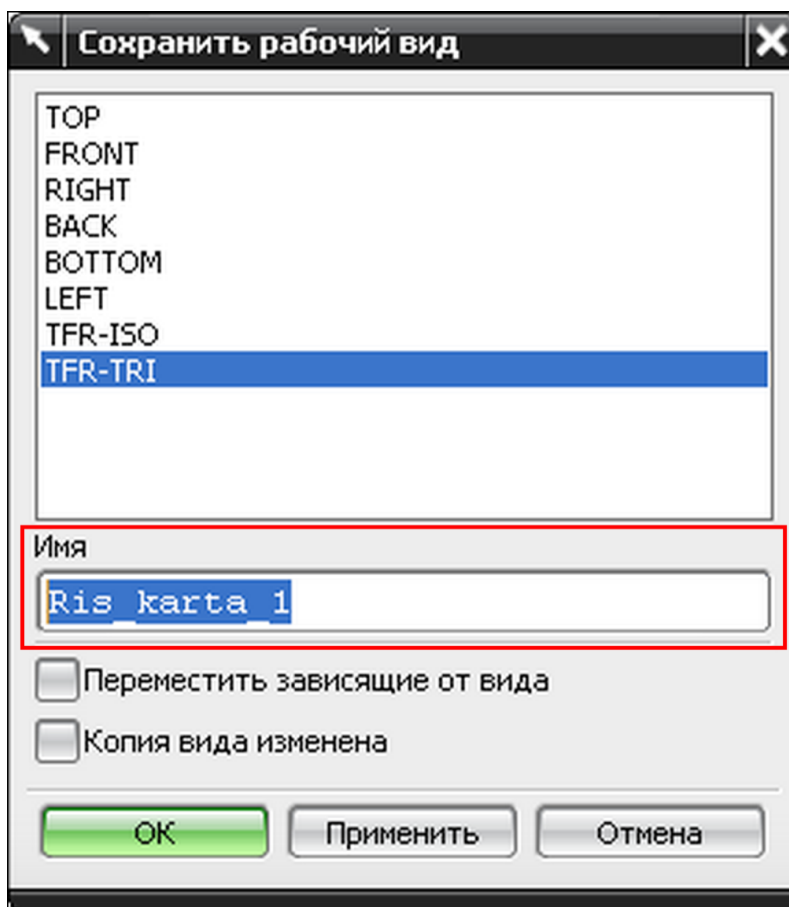

Рис. 8.4. Интерфейс окна диалога **Сохранить рабочий вид**
- в открывшемся окне диалога **Сохранить рабочий вид** (рис. 8.4) в поле ввода **Имя** задайте название сохраняемому изображению модели в графическом окне;